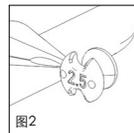

图2
■ 图 1a, 1b/2 用于部分听骨假体置换的测量模具(图1a, 1b) 上有6个卫星状排列的测量头, 测量范围从2.0mm到4.5mm。每个测量头相应的尺寸刻在背面(图2)。模具上的孔洞设计, 一是为减轻模具重量, 二是为测量提供清晰的视野。